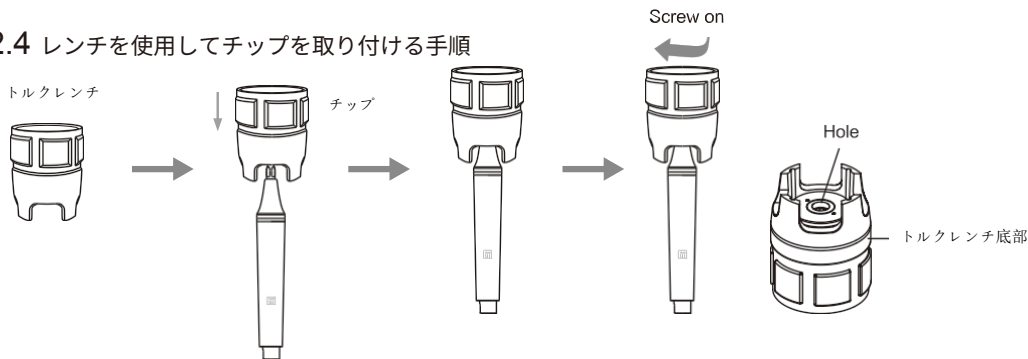

図 3
- チップをトルクレンチにセットし、図3に示すようにスケーリングチップを取り付けまたは取り外します。
3.1.1 要件に応じてスケーリングチップを選び、レンチで固定してください（図3を参照）。異なるタイプのチップを使用する場合は、適切な出力を選択してください（「チップの動作出力表」を参照）。